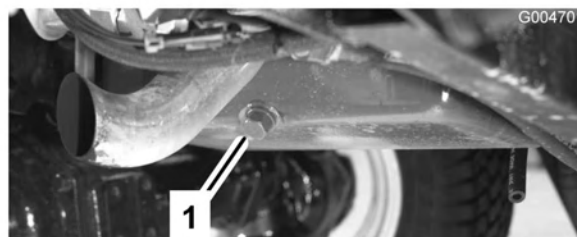

Figura 50
1. Retire cualquier de los tapones de vaciado (Figura 50) y deje fluir el aceite a un recipiente apropiado. Cuando el aceite deje de fluir, coloque el tapón de vaciado.